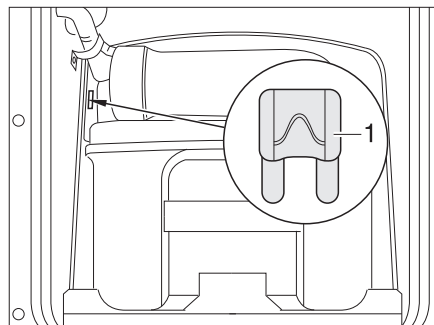
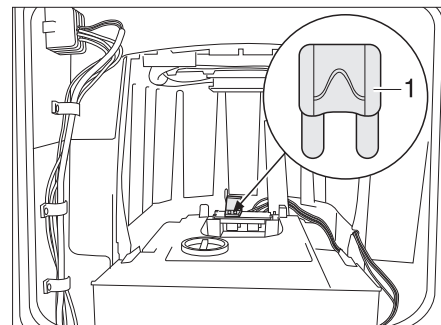

Bild 182 Sicherung der Thetford-Toilette
Bild 183 Sicherung der Thetford-Toilette (Alternative)
- Die Sicherung (Bild 182,1 bzw. Bild 183,1) wechseln.